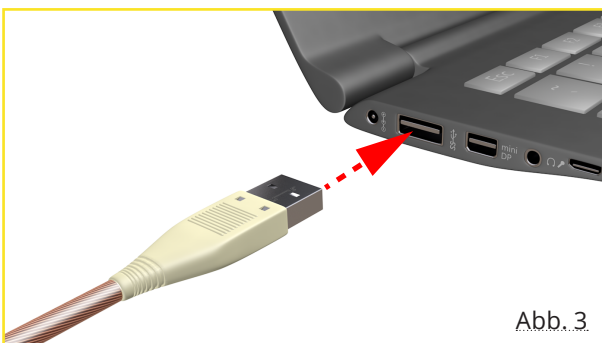

Abb. 3
2. Stecken Sie den USB-A Erdungsstecker in eine passende USB-Buchse in ihrem Notebook. **Siehe Abb. 3.**